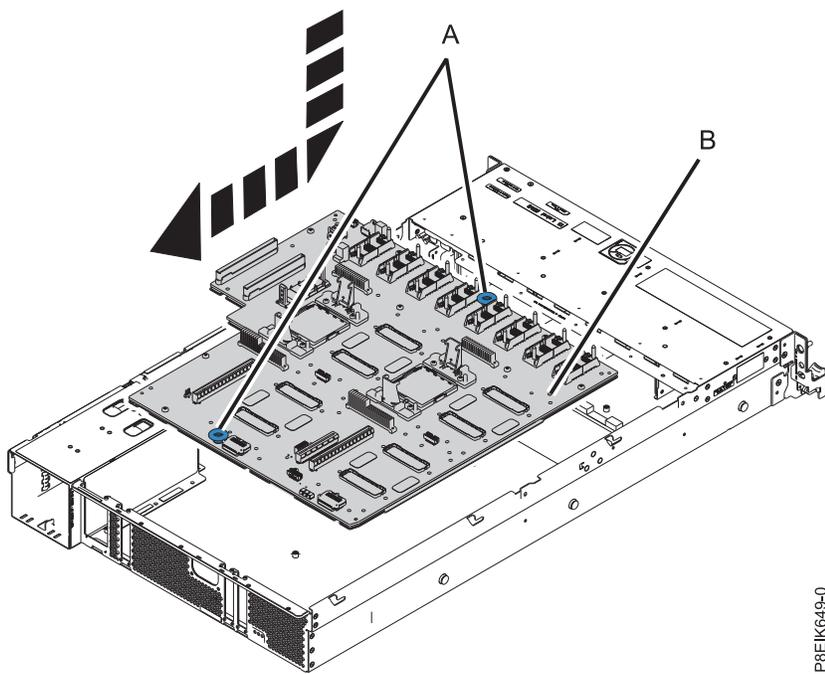

図 146. システム内にシステム・バックプレーンを下ろしてシステム後部にスライドしている図。
3. 132 ページの図 146 に示すように、青色のリフト・ポイント (A) を使用して、システム・バックプレーン (B) をシステム内に下ろし、システム後部に向けてスライドさせます。コネクターの位置が合っていて、コネクターがシステム後部に差し込まれていることを確認します。